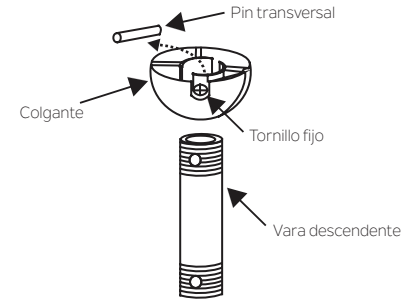

Fig. 7
Paso 5. Separe la vara descendente de ensamblaje del colgante aflojando el tornillo fijo, quitando el pin transversal y desatornillando totalmente el colgante de la vara descendente. (Fig.7)